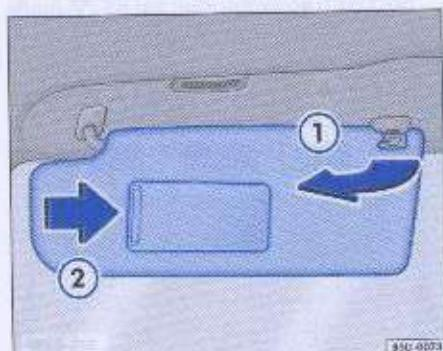

Fig. 70 Parasol del lado del conductor
Los parasoles pueden ser desenganjados de sus soportes laterales y desplazados hacia el lado de la ventana → fig. 70 ① -flecha.
Los espejos de cortesía están protegidos por una tapa de protección corrediza → fig. 70 ② -flecha-. En los vehículos que poseen iluminación para el espejo²⁹⁾, la luz se enciende al abrir y se apaga al cerrar esta tapa o regresar el parasol a la posición de reposo.